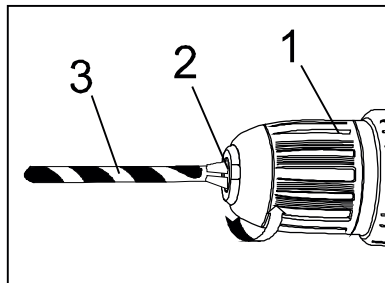

Рис. 5
Поверните гильзу патрона (1) в направлении по часовой стрелке, пока губки патрона (2) не сойдутся равномерно, и оснастка не будет надежно зажата (Рис. 5).